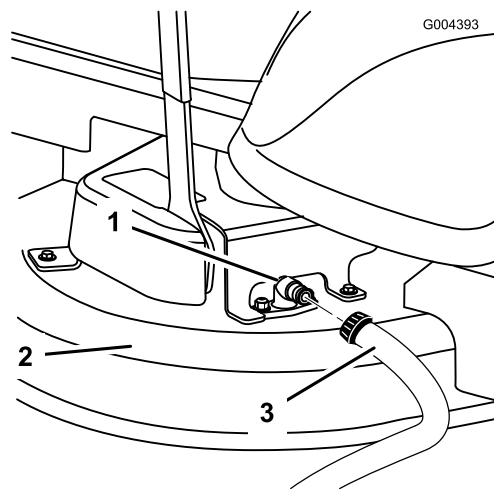

Figure 61
3. Raccordez le flexible à l'embout de lavage du carter du plateau de coupe et ouvrez l'eau en grand (Figure 61).